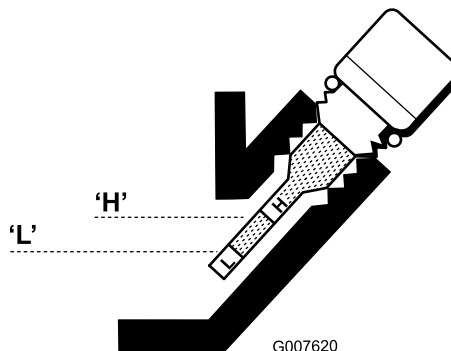

Figura 35
4. Limpie el indicador e introdúzcalo en el orificio de llenado. No enrosque el indicador en el orificio. Luego retírelo y compruebe el nivel de aceite. Si el nivel es bajo, añada solamente aceite suficiente para que llegue entre las marcas H y L del indicador (Figura 35). Compruebe el nivel de aceite. No llene demasiado.